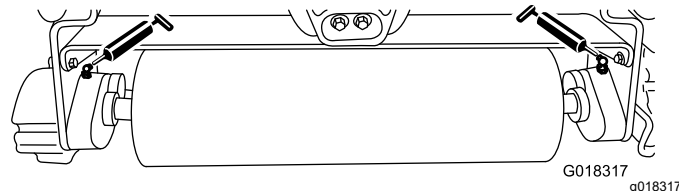

Figura 8
Lubrifique os dois bocais de lubrificação (Figura 8) em cada unidade de triplo-rolo após cada 15 horas de funcionamento utilizando um lubrificante multiusos à de lítio n.º 2. Utilize uma pistola de lubrificação de funcionamento manual para melhores resultados.
2. Aplique lubrificante nos rolamentos do veio do triplo-rolo até sentir pressão (Figura 8).